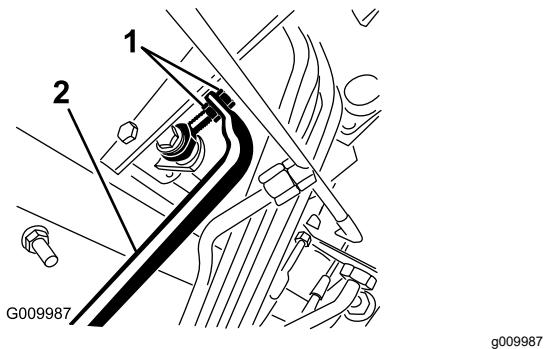

図 94
5. ポンプのロッドの端部についているジャムナットを調整する前進回転をなくすにはポンプのコントロールチューブを前へ動かし、後退回転をなくしたい場合には、後ろへ動かす図 94。